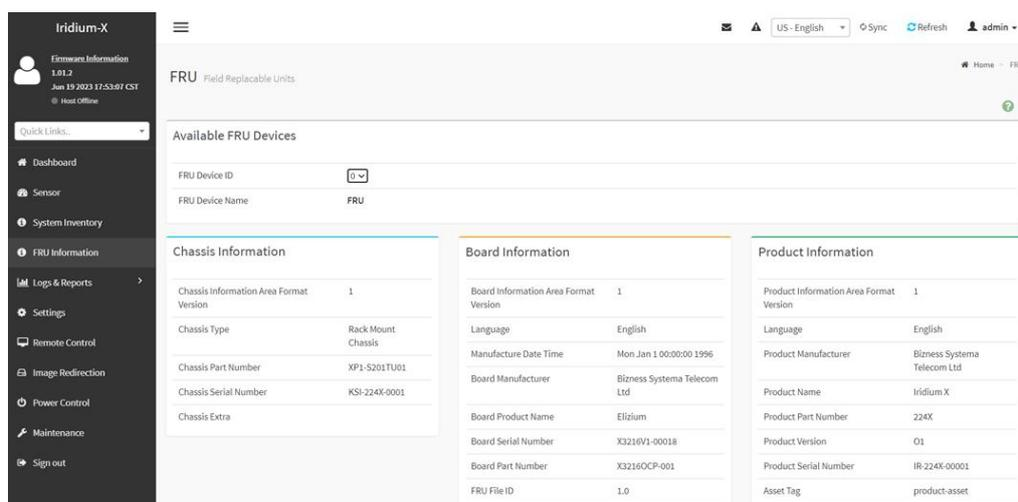

Рисунок 41 - Раздел «FRU Information»
3) Раздел «FRU Information» содержит информацию о платформе, плате, серийном номере (см. Рисунок 41).